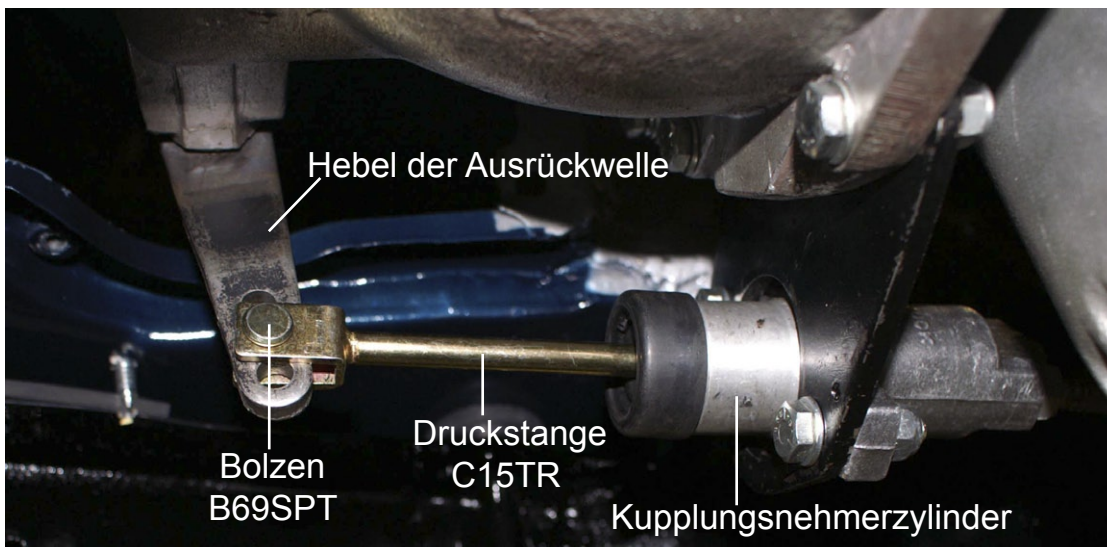

Bild 1
- © Ausrückwelle steht nicht im richtigen Winkel zum Kupplungsnehmer, soll ca. 10 - 15° in Richtung Nehmerzylinder stehen, so dass bei betätigen der Kupplung die Welle genau so vom Zylinderweg zeigt. (siehe Bild 1)